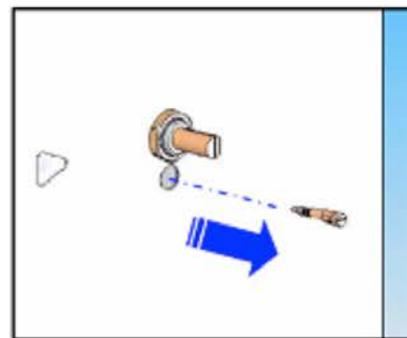

Figure 7
- Remove by-pass injector, and insert appropriate one. (Figure 7).
- Entfernen by-pass injektor und Einsatz der geeigneten Schraube (Bild 7.)